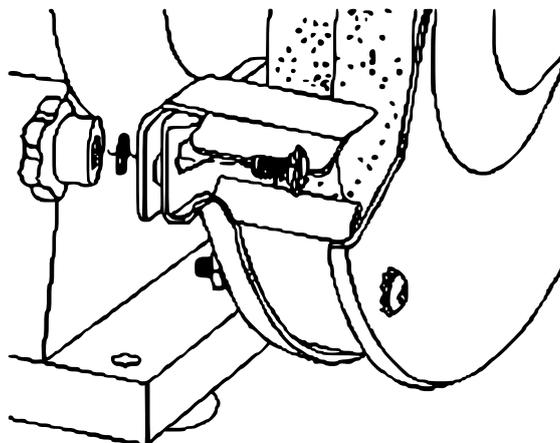

Figure 2
1. Tenez le porte-pièce (2) sur le rail du protège-meule. Assurez-vous que le porte-pièce est orienté dans la bonne direction. Le coin incliné doit pointer à l'opposé de la rectifieuse (voir Fig. 2).